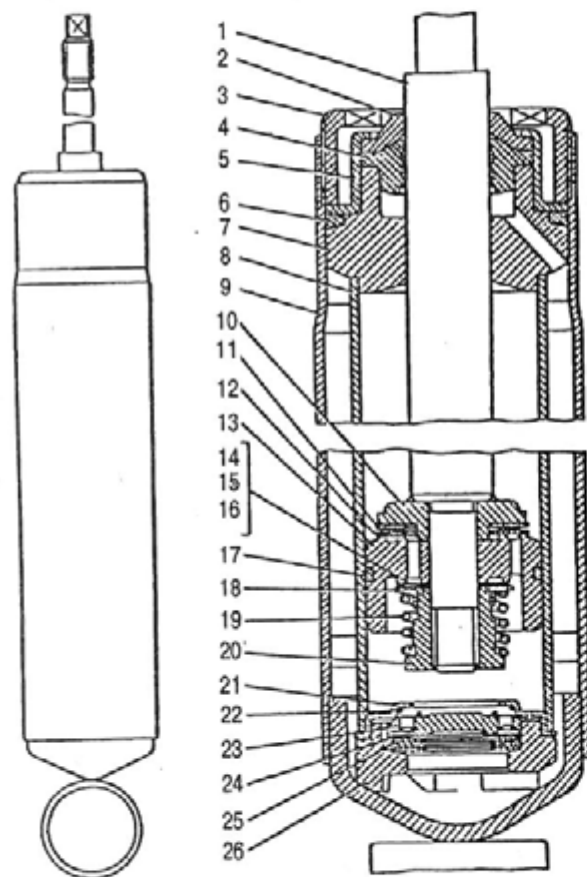

Рис. 269. Амортизатор:
Передние и задние телескопические амортизаторы автомобиля одинаковы по конструкции и имеют много общих деталей (рис. 269).
Деформация дроссельного диска 24 (см. рис. 269); Неплотное перекрытие клапана сжатия из-за попадания посторонних частиц	Поврежденный диск заменить Промыть детали амортизатора, залить свежую жидкость
Ослабление затяжки или износ подушек верхнего крепления передних и задних амортизаторов; Износ или ослабление затяжки нижнего крепления задних амортизаторов; Недостаточное усилие (или "провалы") при ходе сжатия; Чрезмерное количество жидкости в амортизаторе (при снятии снятого амортизатора до упора шток возвращается на некоторую величину); Ось отверстия направляющей штока или защитного кольца не совпадает с осью цилиндра; Не затянута гайка крепления верхнего конца амортизатора из-за повреждения резьбы Самоотворачивание гайки 20 (см. рис. 269) крепления клапана отдачи; Износ резинового шарнира в нижней проушине переднего амортизатора	Подтянуть ослабевшие гайки или заменить поврежденные подушки Подтянуть ослабевшие гайки или заменить поврежденные втулки См. "Недостаточное усилие (или "провалы") при ходе сжатия" Заливать в амортизаторы жидкость в строго определенных количествах, указанных выше Перебрать амортизатор, убедившись в правильности установки цилиндра. Направляющую втулку, имеющую перекосящий опорного торца относительно отверстия, заменить Выдвинуть шток до отказа, зажав его в тиски за нехромированную часть и восстановить резьбу М10×1 Гайку подтянуть и закернить (см. "Сборка амортизатора") Резиновый шарнир заменить
4. За шток 1 (см. рис. 269) осторожно раскачать обойму 3 манжеты 4 и приподнять цилиндр со штоком из резервуара.
8. Вынуть цилиндр из резервуара и, зажав в тиски корпус клапана сжатия 26 (см. рис. 269) за нижнюю часть, раскачать цилиндр и освободить его от корпуса клапана. Обратит внимание на то, что при сборке клапан сжатия необходимо установить на тот же конец цилиндра, с которого был снят.